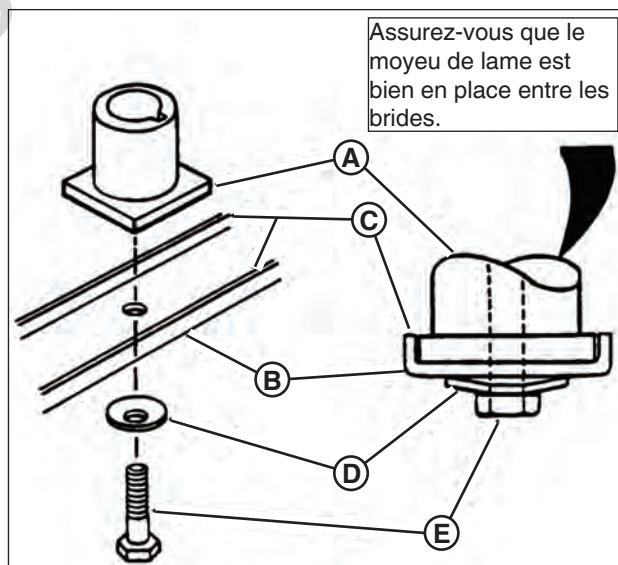

Figure 20: Déposer la lame de tondeuse
3. Enlevez la lame (**B, Figure 20**).
6. Posez à nouveau la lame (**B**, **Figure 20**). Prenez en note le bon ordre d'assemblage :
- (A) Moyeu de lame
- (B) Lame
- (C) Bride de lame (face en haut)
- (D) Rondelle conique (côté concave en haut)
- (E) Vis d'assemblage